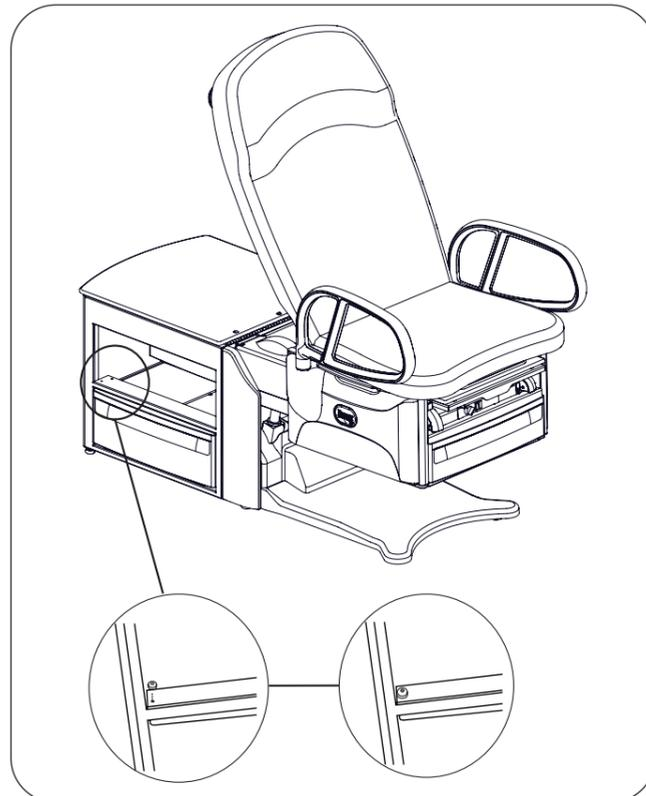

Figure 37. Butées de tiroir
2. Sur le côté opposé du meuble, vissez la butée du tiroir (Figure 37). Veuillez noter qu'une seule butée est nécessaire par tiroir.